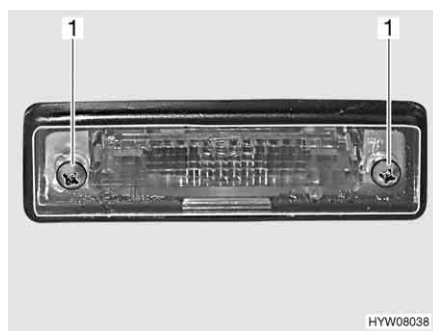

Fig. 206 Luci posteriori (luce targa)
- Svitare due viti degli involucri (Fig. 206,1).